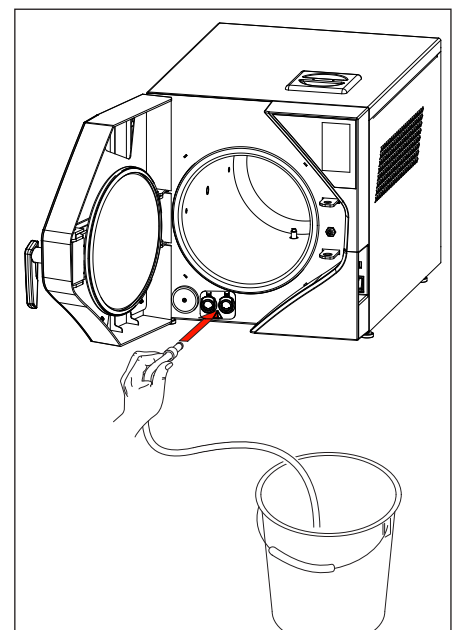

fig.5
2. Stecken Sie den Abflussschlauch in den grauen Schlauchanschluss an der Vorderseite des Geräts (fig. 5).